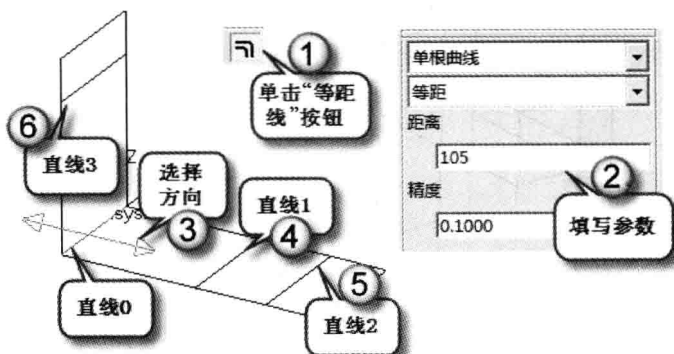

图 1-24 绘制等距线
① 按 F5、F8 键，单击“等距线”按钮 ，选择“单根曲线”、“等距”、“距离”为“95”，再选择“直线0”，选择箭头确定等距方向，得到“直线1”。同样方法，输入“距离”为“145”，绘制“直线2”。② 按 F6、F8 键，输入“距离”为“105”，绘制“直线3”，如图 1-24 所示。